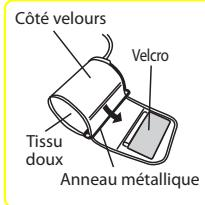

Fig. 2
2. Le brassard est correctement positionné lorsque le Velcro se trouve sur la face externe du brassard et que l'anneau métallique n'est pas en contact avec la peau (Fig. 2).